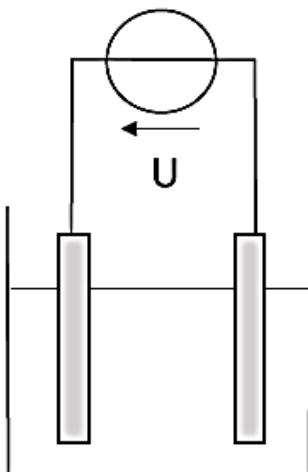

Figure 10 - Cellule d'électrolyse
On donne le schéma de principe de la cellule d'électrolyse (figure 10).
- Q37. Reproduire le schéma de la figure 10 sur votre copie et faire apparaître le sens de circulation du courant et des électrons, les noms des électrodes et le sens de circulation des ions dans la solution.